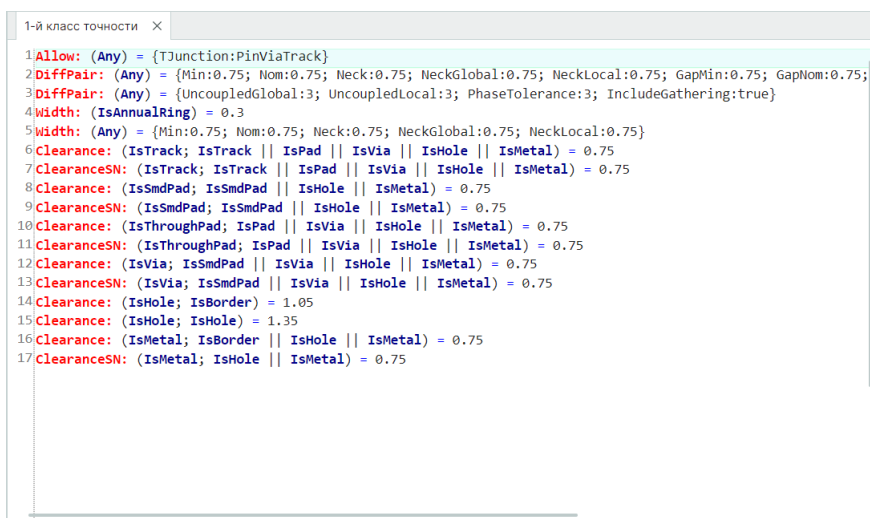

Рис. 129 Окно редактора правил
3. Откорректируйте необходимые параметры правил проектирования в окне редактора правил, см. Рис. 129.